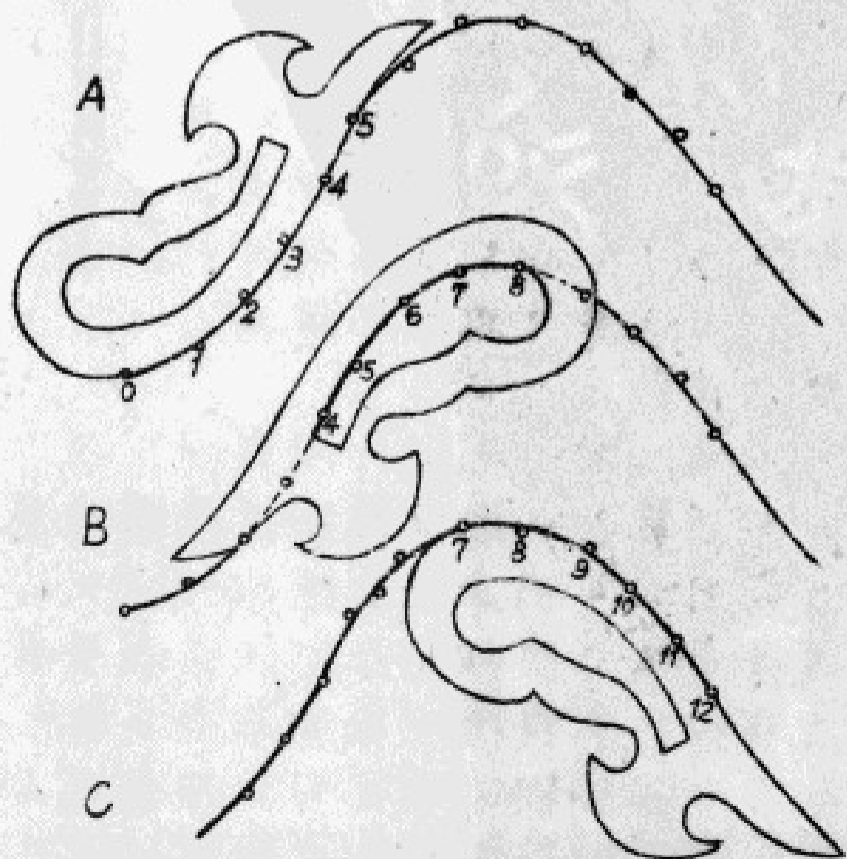

图 1.13
7. 曲线板：如已知曲线上的一些点时，根据这些点，利用曲线板可画此曲线。在利用曲线板画曲线前，先徒手通过各点描出一较圆滑之曲线，然后用曲线板连接曲线，每次至少连上三、四点，同时为了使各次所画部分能圆滑的连起来，每次连接中，尚须包含前一次已连好的二点，如图 1.13。